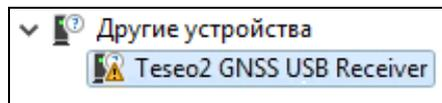

Рисунок 1
- нажать правой кнопкой мыши на не идентифицированном устройстве: «Teseo2 GNSS USB Receiver» (Рисунок 1);